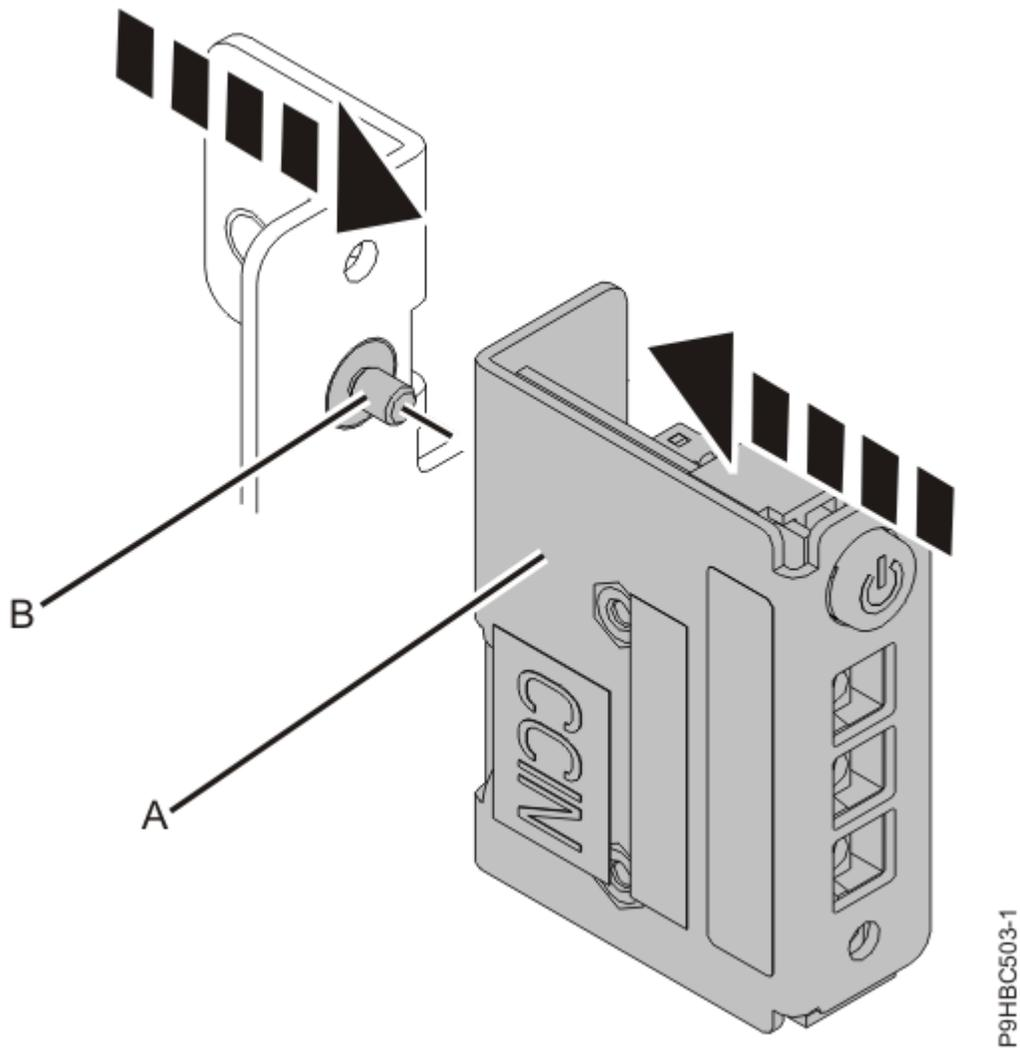

Figura 12. Substituir o painel de controlo no suporte
3. Ligue o painel de controlo **(A)** ao suporte com o parafuso **(B)** conforme apresentado em Figura 12 na página 14.